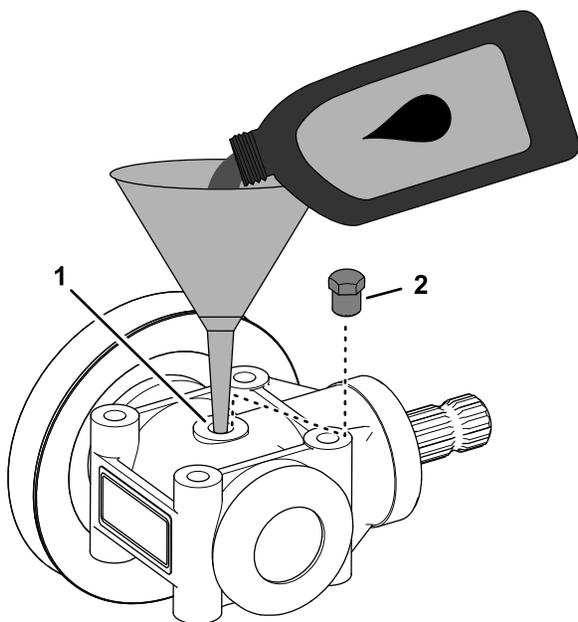

Figura 120
3. Rode a caixa de velocidades para alinhar o orifício do tampão da armação para cima (Figura 120)
velocidades através do orifício do tampão da armação (Figura 120).
5. Coloque o tampão da armação no orifício do tampão da armação na caixa de velocidades da plataforma do cortador (Figura 120).